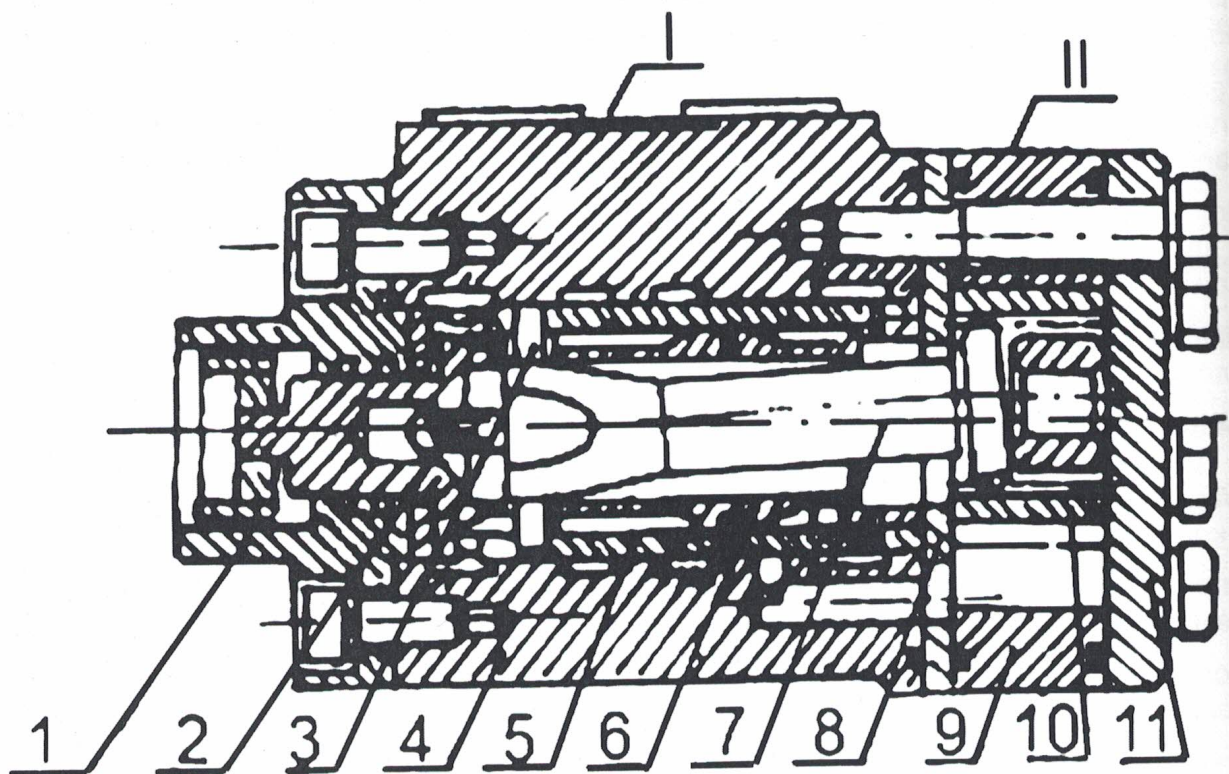

Рис. 11. Схема насоса дозатора
- ▶ Насос дозатор (Рис. 11).
- ▶ Насос дозатор состоит из двух элементов: распределительного блока (I) и гидромотора (II) обратной связи.
- ▶ Распределительный блок (I) состоит из корпуса (4), золотника (2), гильзы (5), комбинированного уплотнения в составе резинового и защитного колец, упорного подшипника и пыльника, запрессованного в кольцевую проточку в верхней части корпуса.
- ▶ Золотник занимает фиксированное положение в гильзе посредством штифта (3) и пластинчатых пружин, вставленных через пазы золотника и гильзы, и имеет возможность при приложении момента, поворачиваться относительно гильзы на угол 15° в обе стороны.
- ▶ Гидромотор (II) обратной связи состоит из венца (9), звезды (10), крышки (11) и распределительного диска (8). Вращение от звезды к паре «золотник-гильза» или наоборот, передается карданом (7). Все элементы гидромотора стягиваются с корпусом болтами.
- ▶ Подключение насоса-дозатора к гидросистеме рулевого управления осуществляется посредством четырех резьбовых отверстий на корпусе распределительного блока (I).
- ▶ В нейтральной позиции золотника (2) с гильзой (5), рабочая жидкость, подаваемая насосом питания, поступает по каналам корпуса и сверлениям гильзы и золотника на слив в бак.
- ▶ При повороте рулевого колеса поворачивается золотник (2) и открывается проход рабочей жидкости через гидромотор обратной связи к соответствующему отверстию и далее к силовому цилиндру поворота, при этом через второе отверстие силового цилиндра рабочая жидкость сливается обратно в бак. Управляемые колеса поворачиваются.
- ▶ Рабочая жидкость, проходя через гидромотор обратной связи, вращает звезду (10) и связанную с ней через кардан (7) и штифт (3) гильзу (5) в сторону вращения золотника (2).